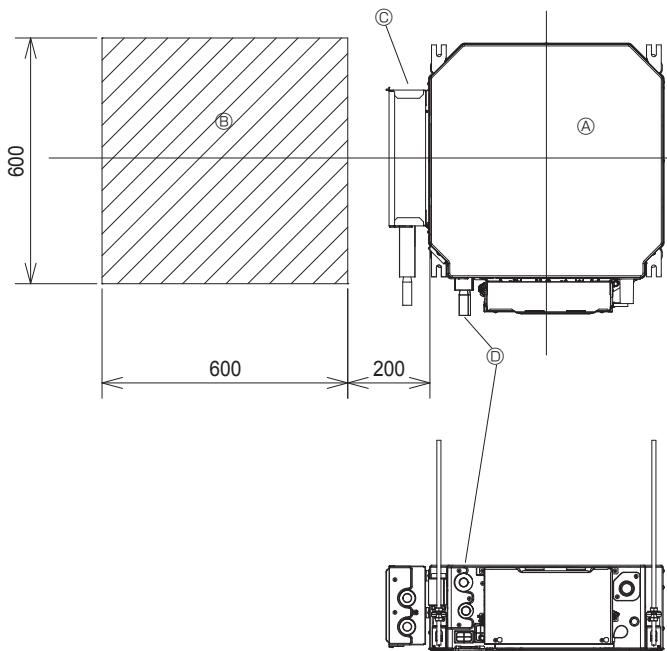

Fig. 4-8
4.5.1. Подготовка к установке дополнительного КОМПЛЕКТА КЛАПАНА (Fig. 4-8)